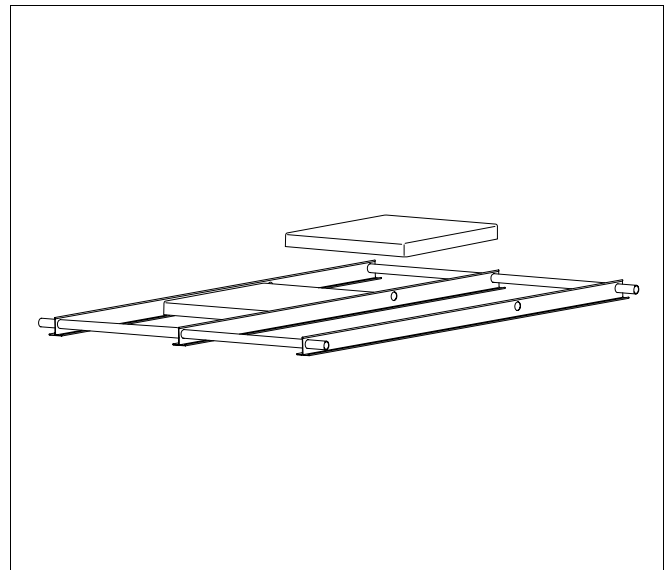

Fig. 23 Estabilizar el marco con placas de hormigón
- ▶ Estabilice el marco colocando una placa de hormigón usual en el comercio (fig. 23) sobre los lados de los perfiles en T. Coloque las demás placas de hormigón únicamente después de terminar el montaje de los soportes para tejado plano (véase capítulo 5.3 "Estabilización de los soportes para tejado plano", página 26).